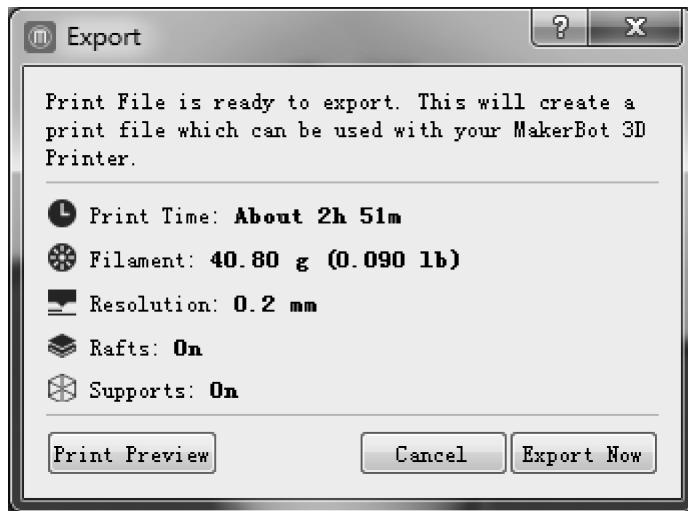

图 4-87 切片完成后的对话框
10) Print (开始打印): 单击该按钮就可以对模型进行切片。切片完成后的对话框如图 4-87 所示。对话框中会显示打印时间、耗材量和分辨率等内容。用户可以单击“Print Preview”按钮进行打印预览，如图 4-88 所示。